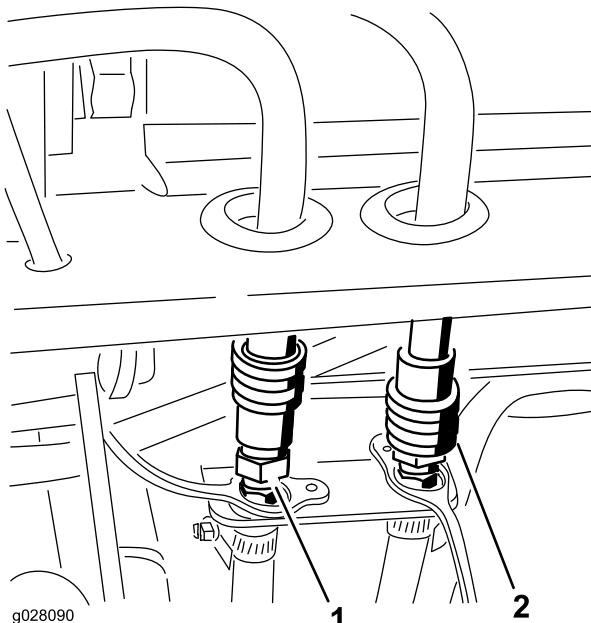

Bild 68
2. Schließen Sie die Druck- und Rücklaufheizungsschläuche der Kabine an die Schnellkupplungen an der hinteren Rahmenhalterung an (Bild 68).